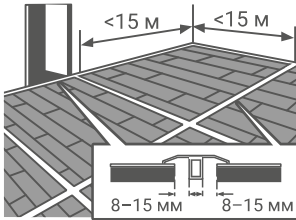

Рисунок 6
- 12.4 В помещениях длиной и (или) шириной более 15 м необходимо предусматривать расширительный зазор шириной не менее 8 мм на каждые 15 м соответствующего размера (длины и (или) ширины); зазор закрывать соответствующим накладным профилем (см. Рисунок 6).
- 12.5 В дверных проёмах между помещениями необходимо предусматривать расширительный зазор шириной не менее 8 мм и закрывать его соответствующим накладным профилем (см. Рисунок 6).